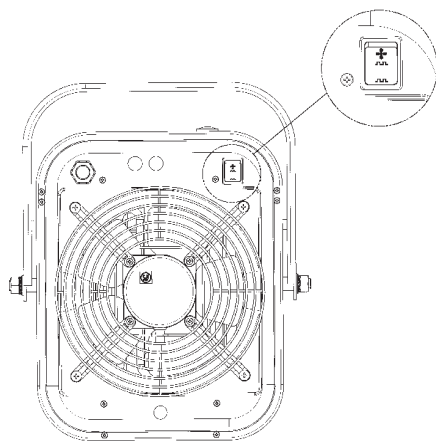

Fig.6
-Cuando el conmutador situado en la parte posterior (fig.6), esté en la posición  el termostato opcional (TR-1 o TR-2) actúa únicamente sobre las resistencias, desconectándolas cuando la temperatura seleccionada por el termostato esté alcanzada. El ventilador funciona permanentemente.